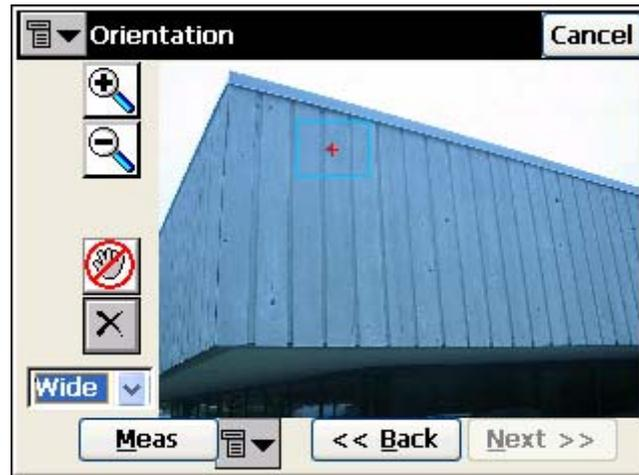

Рисунок 6-44. Выберите ориентирную точку - весь объект
- *Wide View* (Уменьшить) - уменьшает изображение и показывает тот участок изображения, который содержит ориентирную точку (рис. 6-44 на стр. 6-35).